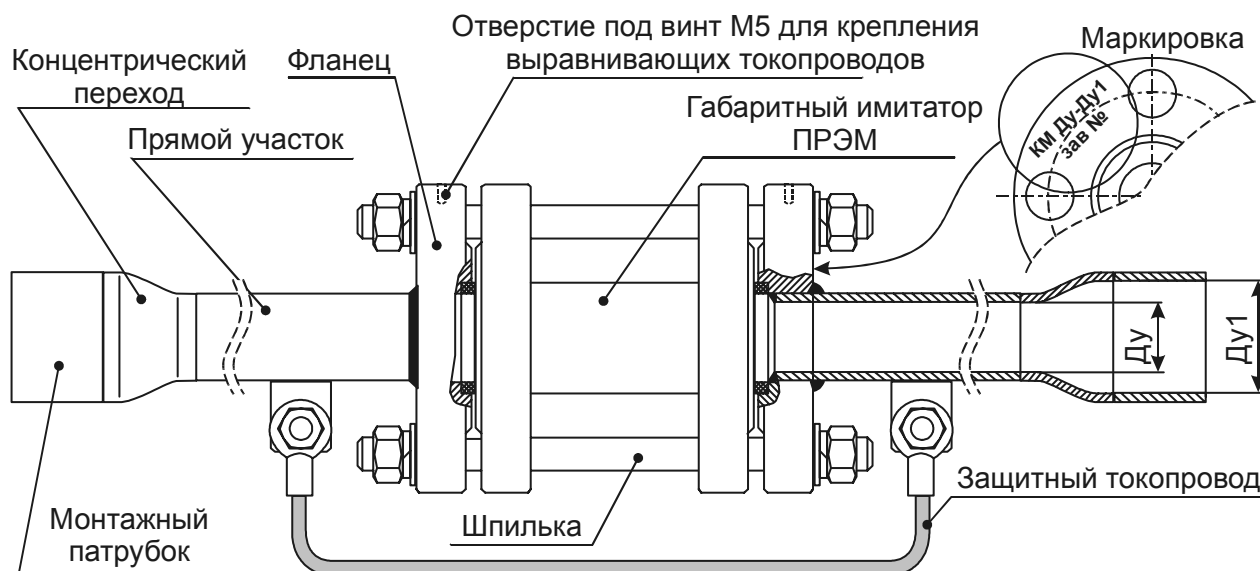

Рисунок 7 – Внешний вид КМ
Внешний вид монтажного комплекта «КМ» представлен на рис. 7.
- Электрически соединить между собой два участка трубопровода. Для этого используется защитный токопровод из комплекта «КМ» (см. рис. 7) или стальная полоса 20×4 мм, привариваемая к участкам трубопровода. Во всех случаях токопровод не должен препятствовать монтажу/демонтажу преобразователя.